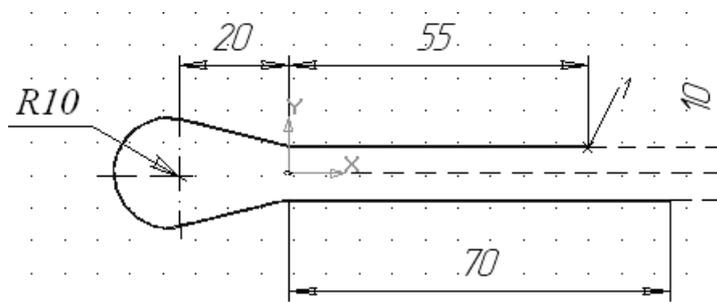

Рис. 7.15. Эскиз-траектория модели
4. Постройте траекторию, изображённую на рис. 7.15.
- определите положение плоскости: в **Дереве построения** выделите “Плоскость ZY”, затем мышкой непосредственно в **окне детали** укажите на точку 1 построенной траектории (рис. 7.15);